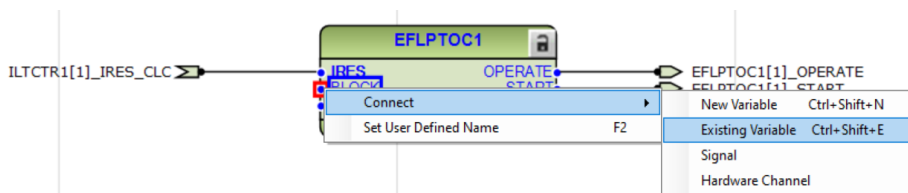

Imagen 370_Conexión de variable en el puerto de entrada BLOCK del bloque EFLPTOC1.
5.2.28 Vamos a añadir la nueva variable dando clic derecho y seleccionando “Connect - Existing Variable” como se muestra en la **Imagen 370**.